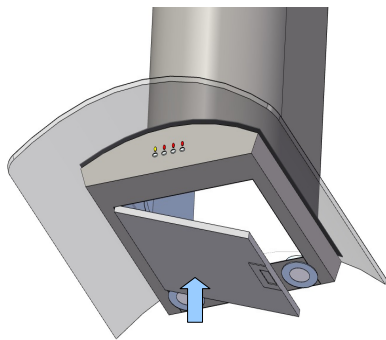

Рис. 7
- Снимите алюминиевый жировой фильтр (рис. 7) (в моделях: BOREAS ECO, CIRRUS ECO и LUNA ECO сначала снимите крышку жирового фильтра).
- Установите жировой фильтр (рис. 7).